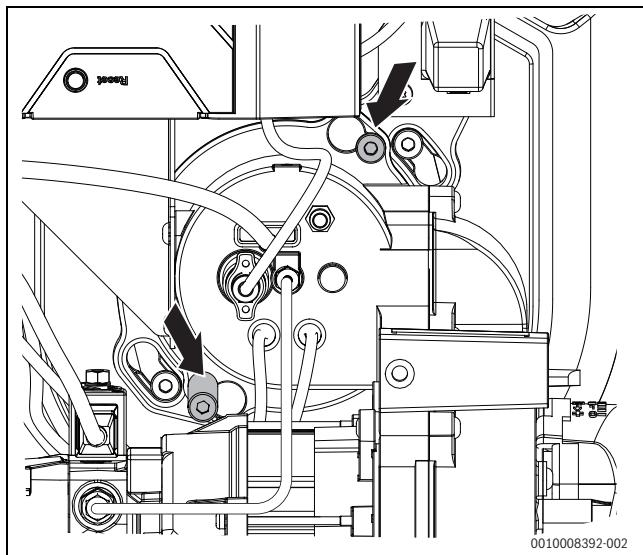

Bild 34 Schrauben der Bajonettsicherung lösen
- Die beiden Schrauben der Bajonettsbefestigung lösen (→ Bild 34, Pfeile).
- Linksdrehung bis zum Anschlag und die Befestigungsschrauben (→ Bild 34, Pfeile, Seite 24) wieder anziehen.